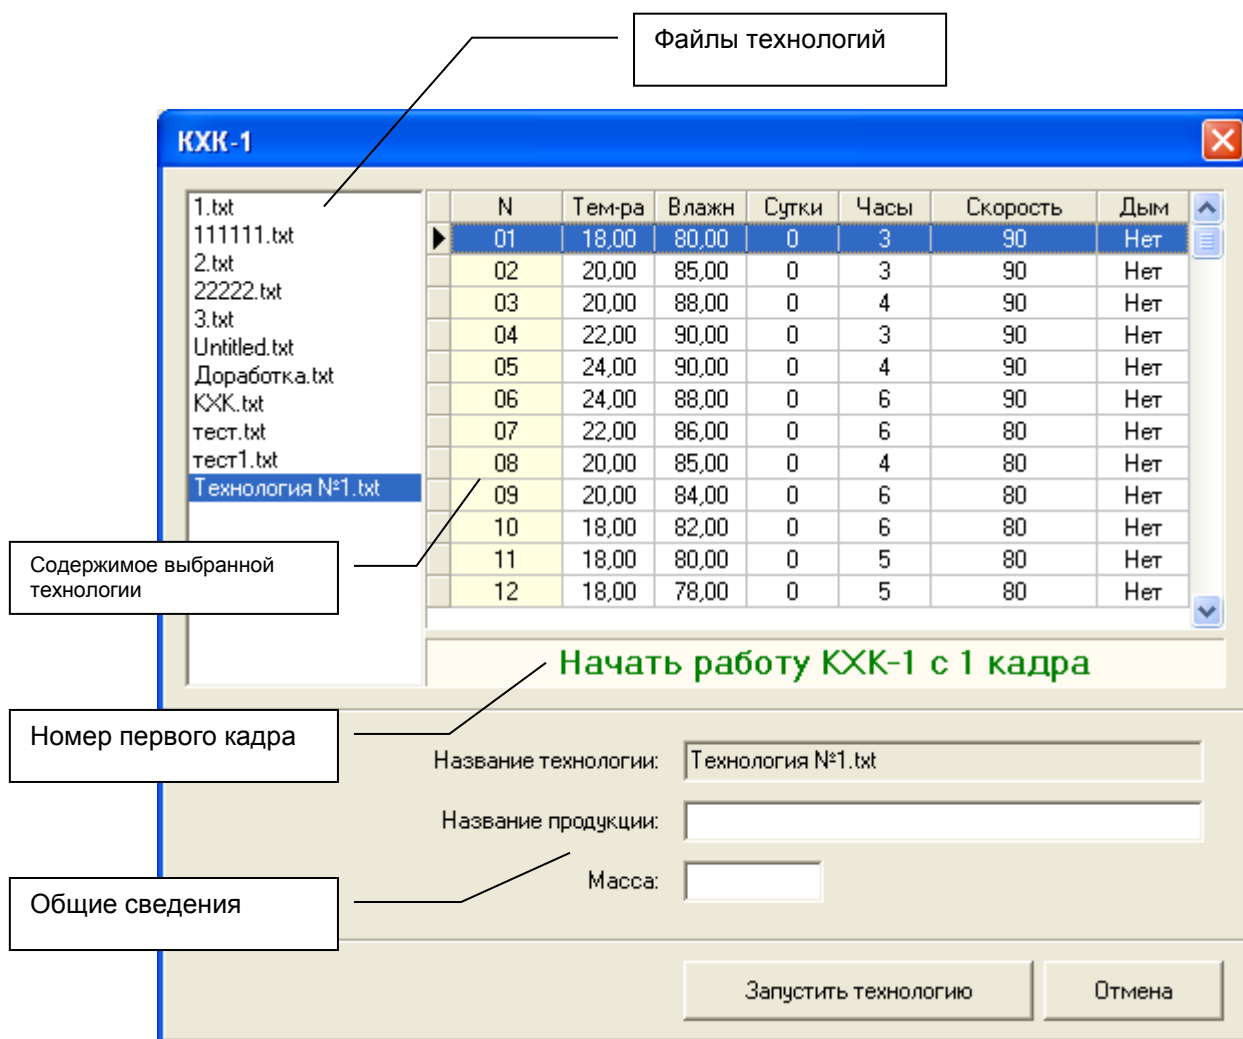

Рисунок 10
5. В появившемся окне необходимо выбрать технологию, по которой будет работать выбранная камера. Данная версия программы, позволяет запускать технологию с любого кадра (Рисунок 10).